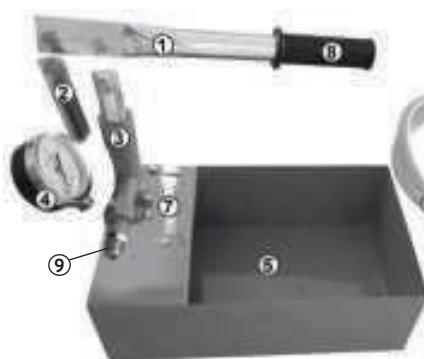
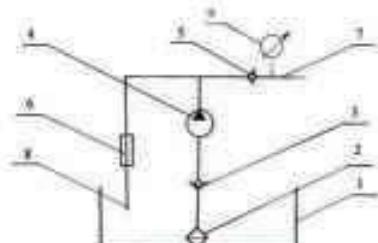

рис. 1
рис. 2 (Гидравлическая схема)
1.7 Общий вид опрессовщика представлен на рис. 1
Опрессовщик состоит из плунжерного насоса в корпусе нагнетателя (рис.1 поз.3), который закреплён на полке в верхней части бака (рис.1 поз.5). К выходному патрубку (рис.1 поз.9) подсоединяется рукав высокого давления (рис.1 поз.6). Второй конец рукава высокого давления предназначен для непосредственного подсоединения к испытуемой гидравлической системе.
1.8 Дренажный вентиль (рис.2 поз.6) служит для закрывания и открывания отверстия для слива, а запорный вентиль на нагнетательном патрубке (рис.2 поз.5) для закрытия испытуемой гидравлической системы под давлением. Манометр (рис.1 поз.4) служит для контроля давления в испытуемой гидравлической системе. На всасывающем патрубке (рис.2 поз.3) находятся всасывающий клапан и сетчатый фильтр (рис.2 поз.2).
1.9. Бак (рис.1 поз.5) служит для хранения рабочей жидкости (масла или воды), перед закачкой её в тестируемый объект.
2.3 Проверяйте и периодически очищайте фильтр (рис.2 поз.2) всасывающего патрубка.
3.1.1 Проверьте подсоединение рукава (рис.1 поз.6) к выходному патрубку (рис.1 поз.9).
3.1.2 Заполните бак (рис.1 поз.5) рабочей жидкостью до верхней части всасывающего патрубка (рис.2 поз.3).
3.1.3 Закройте вентиль (рис.2 поз.6) и откройте вентиль (рис.2 поз.5) на 2-3 оборота.
3.1.4 Поднимите выходную часть рукава (рис.1 поз.6) и залейте в него жидкость. Для удаления воздуха из гидравлической системы насоса сделайте пробное закачивание воды, при этом воздух из гидросистемы будет выходить через рукав.
3.3 Подсоедините рукав (рис.1 поз.6) к испытуемой гидравлической системе. Для уплотнения соединений используются прокладки из резины, обожжённой меди или фторопласти.
3.8 После проведения испытаний медленно откройте вентиль (рис.2 поз.6) для сбрасывания давления, при этом жидкость через дренажный шланг (рис.2 поз.8) будет поступать обратно в бак. Как только давление в гидросистеме упадёт, закройте вентиль соединяющий опрессовщик с тестируемой, системой.
3.9 Отсоедините рукав (рис.2 поз.7) от испытуемой системы.
4.2 Периодически проверяйте и очищайте фильтр на всасывающем патрубке (рис.1 поз.3) от загрязнений.
- Слейте воду из нагнетательной полости, открыв вентиль (рис.2 поз.6) и опустив шланг (рис.2 поз.7) в бак (рис.2 поз.1), а затем из бака в подходящую ёмкость, наклонив его;
- Залейте в бак машинного масла на 25-30 мм выше нижнего края всасывающего патрубка (рис.2 поз.3);